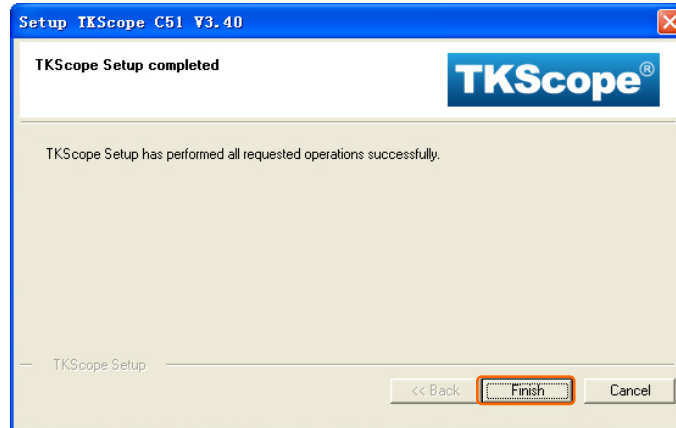

图 2.8 驱动成功安装完成
6. 仿真器驱动程序正确安装成功的结果，如图 2.8 所示，用户点击【Finish】即可结束。